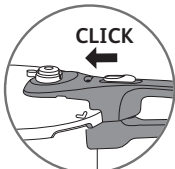

fig. 4
- Tournez le couvercle dans le sens des aiguilles d'une montre jusqu'à la butée - fig. 3 jusqu'à entendre le bruit d'enclenchement du bouton fig. 4.